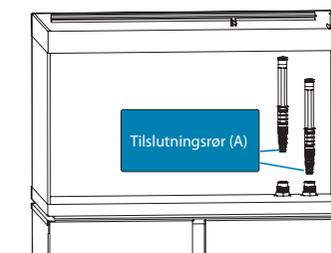
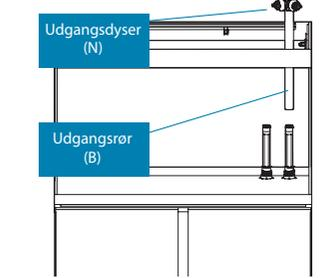

Fig. 2
Fig. 4
2. Før tilslutningsrøret (A) helt igennem åbningen (O) indtil det er i bund (fig. 2).
3. Åbn akvarieskabet. Skru og stram ringmøtrikken (R) på den nederste ende af røret (A)
4. Sæt udgangsdysen (N) i den ene ende af udgangsrøret (B).
5. Placér udgangsrøret (B) på tilslutningsrøret (A) (fig. 4).
6. Justér højden på udgangsdyserne efter behov, ved at skubbe udgangsrøret (B) langs tilslutningsrøret (A).
7. Udgangsdyserne (N) kan let drejes for at aflede vandstrømmen i den retning der ønskes.
2. Før det andet tilslutningsrør (A) helt igennem åbningen (I) indtil det er i bund (fig. 2).